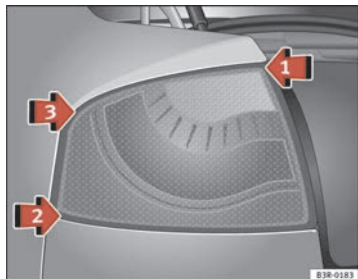
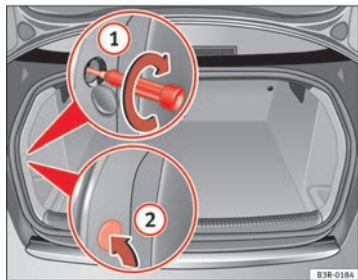

Fig. 217 Repose du feu arrière
Fig. 218 Coffre à bagages : vis de fixation de feu arrière
- Posez le feu arrière sur le support de feu arrière au niveau de la ➔ fig. 217 flèche ①.
- Appuyez légèrement sur le feu arrière pour qu'il s'encastre dans le support de feu arrière tout d'abord au niveau de l'emplacement ② puis ③ jusqu'à ce que les clips soient bien en place dans les patins en caoutchouc.
- Appuyez légèrement sur la partie supérieure du feu arrière et fixez le feu à l'aide de la vis à partir du coffre à bagages ➔ fig. 218 ①.
- Encliquez le cache ② du revêtement intérieur.